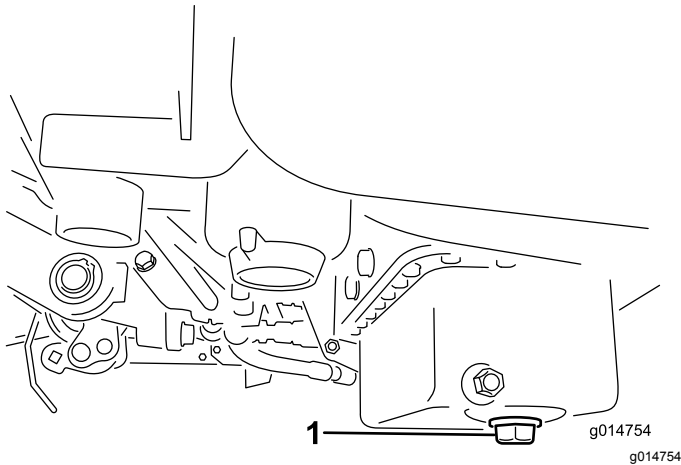

图43
1. 拆下排油塞、让油流入放油盘。油不再流时、安装排油塞 图43。